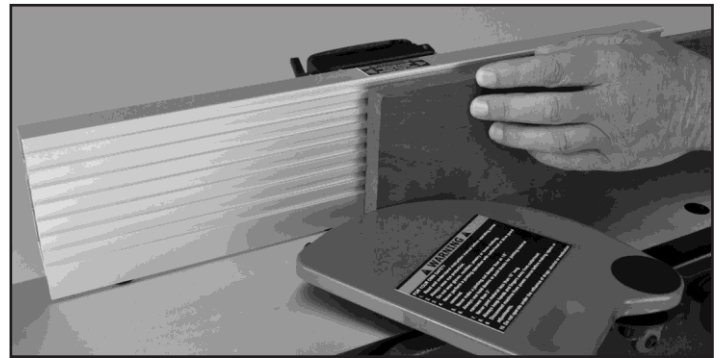

FIG. 15
4. Placez la pièce contre la clôture de jointer pour le soutien par l'action de coupe. FIG. 15.